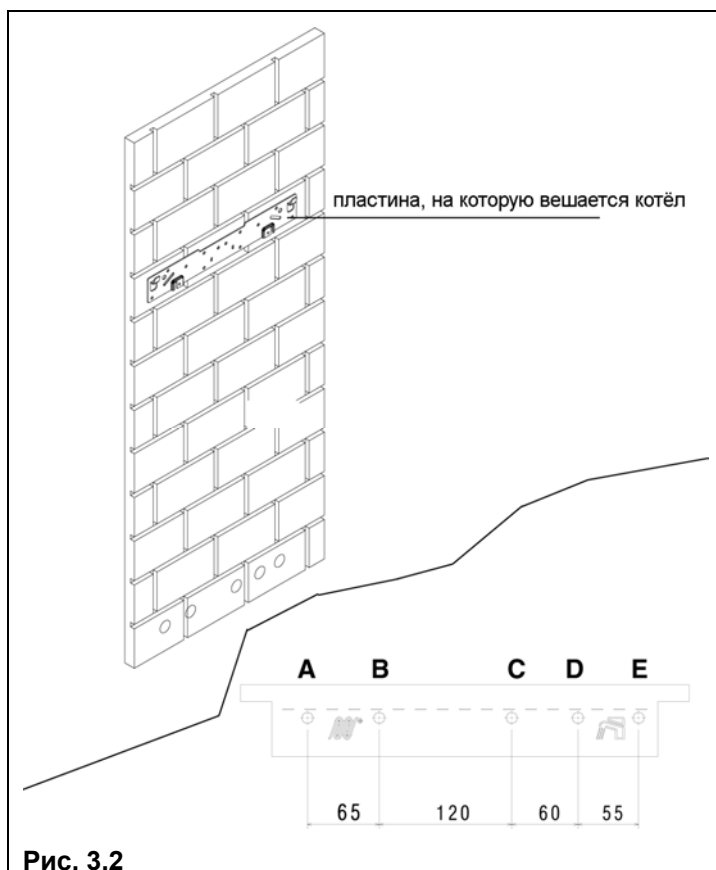

Рис. 3.2
- закрепите кронштейн (F) – рис. 3.2 – на стене и с помощью уровня проверьте, чтобы она находилась в идеальном горизонтальном положении